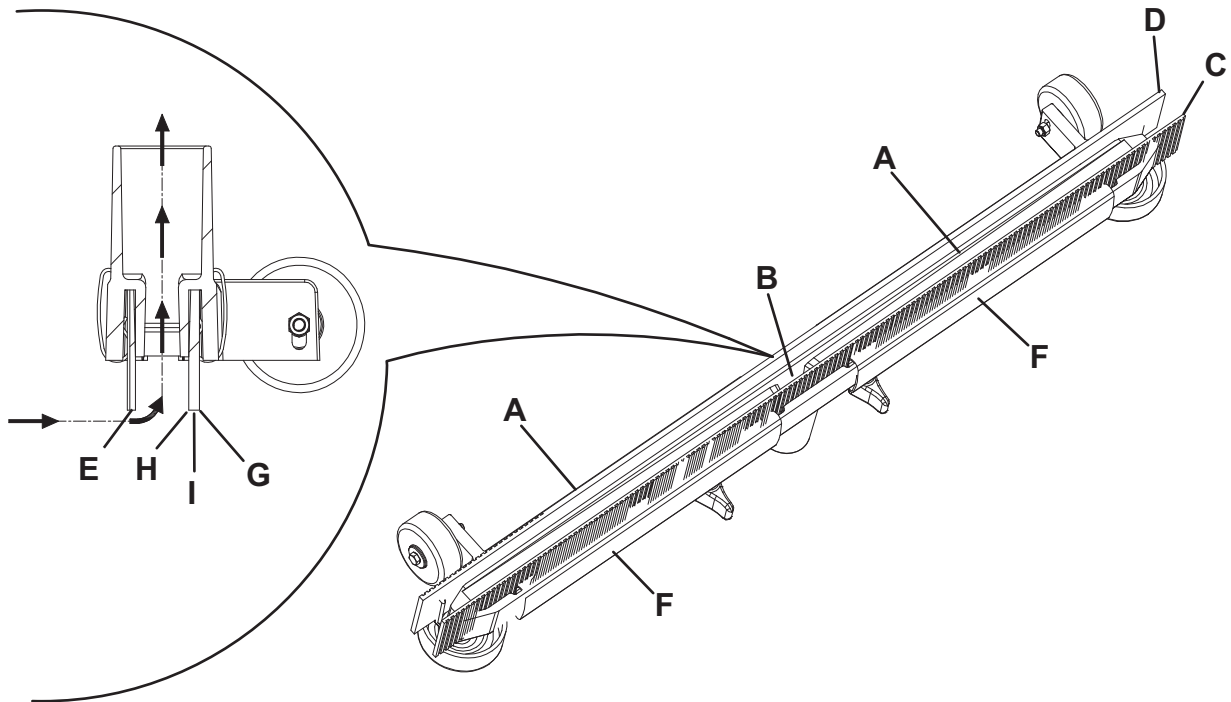

Abbildung 4
2. Überprüfen, ob das Netzkabel (21) vom Stromnetz getrennt ist.
3. Sauglippe mit dem Hebel (19) absenken.
4. Ansaugrohr (22) von der Sauglippe abnehmen.
5. Sterngriffe (12) lösen und Sauglippe (11) abnehmen.
6. Sauglippe abspülen und reinigen. Insbesondere die Förderöffnungen (A, Abb. 4) und die Ansaugöffnung (B) von Schmutz und Abfällen befreien.
7. Überprüfen, ob der vordere (C) und der hintere Gummi (D) unversehrt sind und keine Schnitte oder Risse aufweisen, gegebenenfalls austauschen (siehe nachstehender Absatz).
2. Überprüfen, ob die Kanten des vorderen (E, Abb. 4) und die Kanten des hinteren Gummis (I) gleichzeitig in ihrer gesamten Länge auf dem Fußboden aufliegen. Andernfalls Höhe wie folgt einstellen:
- Befestigungsfedern (F) entfernen und vorderen (C) sowie hinteren Gummi (D) einstellen.
3. Überprüfen, ob der vordere (C) und der hintere Gummi (D) unversehrt sind und keine Schnitten oder Risse aufweisen, gegebenenfalls wie folgt austauschen. Überprüfen, ob die Vorderkante (H) des hinteren Gummis Verschleiß aufweist. Gegebenenfalls Gummi umdrehen und die andere Kante (G), sofern noch unversehrt, als Vorderkante verwenden. Ist auch die andere Kante verschlissen, Gummi wie folgt austauschen:
- Befestigungsfedern (F) entfernen und hinteren Gummi (D) austauschen (oder umdrehen).
4. Sauglippe (11) montieren und Sterngriffe (12) festdrehen.
5. Ansaugrohr (22) an die Sauglippe (11) anschließen.